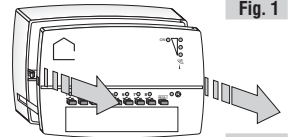

Fig. 2
- Estrarre il frontale dalla base (la resistenza all'estrazione è dovuta ai PIN di accoppiamento ai morsetti) (fig. 2).